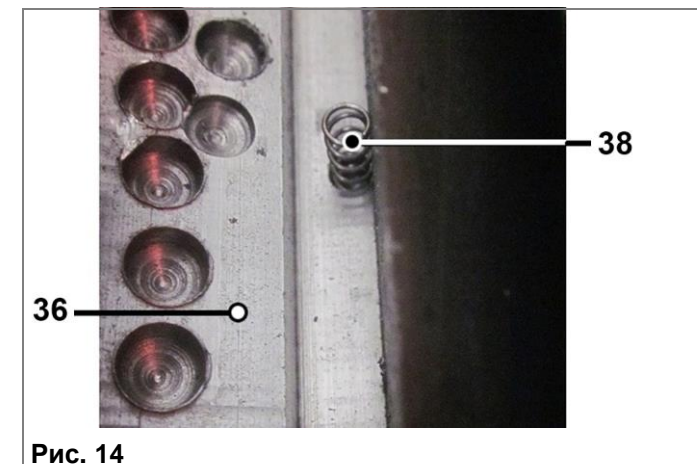

Рис. 14
10.3.3. Строгальные ножи (37) устанавливаются в строгальном вале (36) на две пружины (38), расположенные по краям вала (Рис. 14).
строгальном вале (36) на две пружины (38), расположенные по краям вала (Рис. 14).